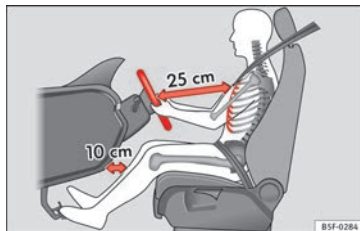

Fig. 81 Distance correcte entre le conducteur et le volant.
- Réglez le volant de sorte que la distance entre celui-ci et votre cage thoracique soit d'au moins 25 cm » **fig. 81.**
- Réglez le siège du conducteur de manière à laisser une distance minimale de 25 cm entre votre cage thoracique et le centre du volant » fig. 81. Si la distance est inférieure à 25 cm, le système d'airbags ne peut pas vous protéger correctement.